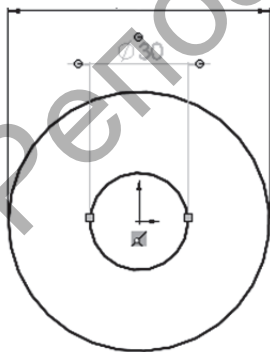

Рисунок 6.2
2. Постройте две окружности с координатами положения центра 0,0 и произвольными радиусами, щёлкнув на кнопке «Окружность». Проставьте размеры, щёлкнув на кнопке «Автоматическое нанесение размеров». Для этого задайте местоположения размерной линии и надписи, после чего в появившемся диалоговом окне укажите нужную величину диаметра первой (**80 мм**) и второй (**30 мм**) окружностей (рис. 6.2). Затем выйдите из режима создания эскиза, повторно щёлкнув на кнопке «Эскиз».